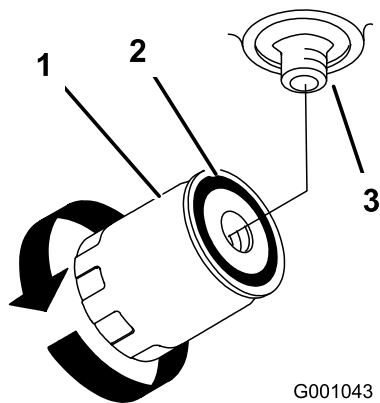

Bild 77
4. Ölen Sie die Gummidichtung am Ersatzfilter leicht mit Frischöl ein (Bild 77).
7. Füllen Sie den Hydraulikbehälter mit Hydraulikflüssigkeit, bis die Flüssigkeit über den Filter läuft. Drehen Sie den Ölfilter dann nach rechts, bis die Gummidichtung den Filteradapter berührt. Ziehen Sie den Filter dann um eine weitere halbe Umdrehung fest (Bild 77).